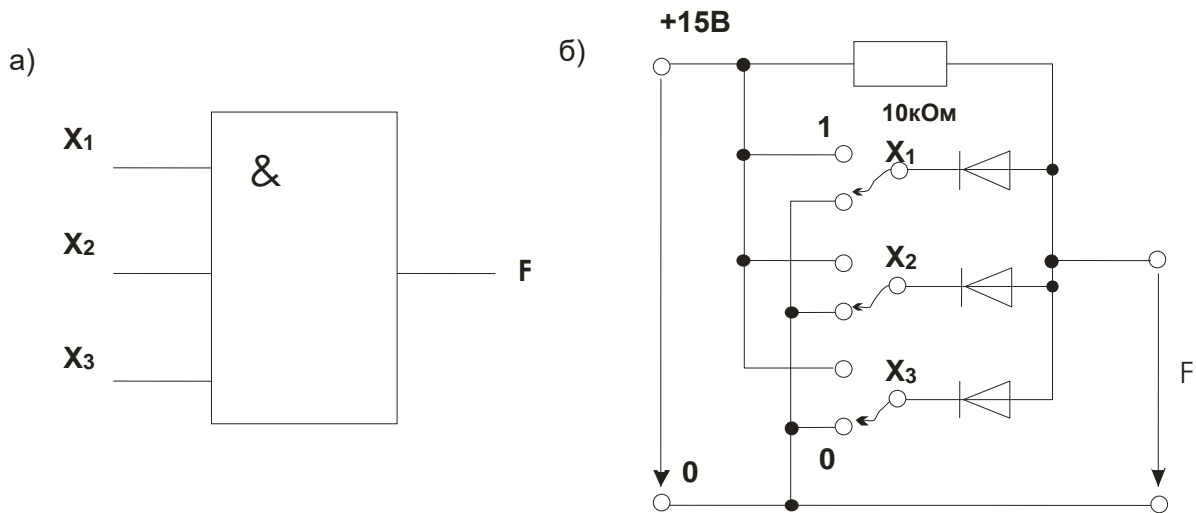

Рис. 7.1.1.
Элемент **И** имеет несколько входов и один выход. Выход приобретает значение 1 только тогда, когда все входы данного логического элемента имеют значение 1. Его условное обозначение показано на рис. 7.1.1а.
- Соберите цепь согласно схеме (рис. 7.1.1б). Подайте последовательно